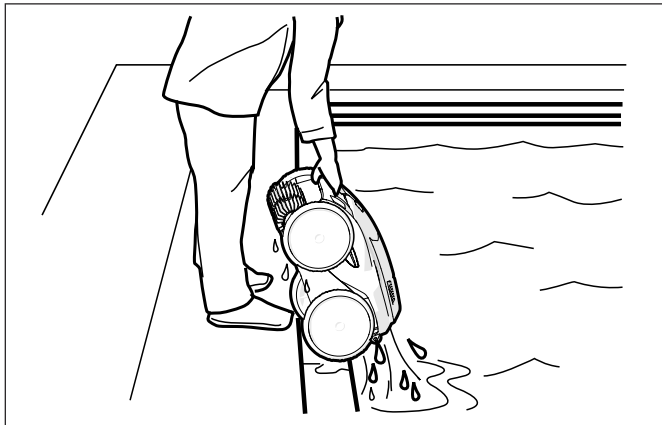

**Figura 15. Punto de ingreso óptimo en la piscina**
**NOTA:** Para optimizar la trayectoria y reducir el enredo, el cable flotante debe ingresar al agua en el punto medio del largo de la piscina (Figura 15). Coloque solo la cantidad suficiente de cable en el agua para alcanzar el punto más alejado de la piscina.